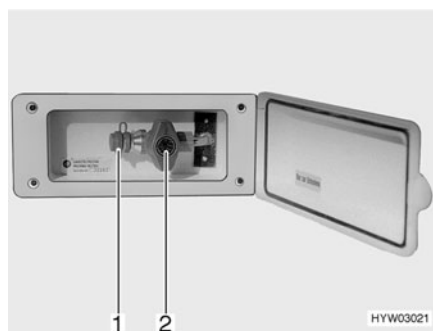

Fig. 92 Toma exterior de gas, válvula de paso de gas cerrada
La toma externa de gas (Fig. 92) está, en función del modelo, en la parte trasera o en el lado izquierdo o derecho del vehículo.
- Conectar el aparato de gas externo en el punto de conexión (Fig. 92,1).
- Abrir la válvula de paso de gas (Fig. 92,2).